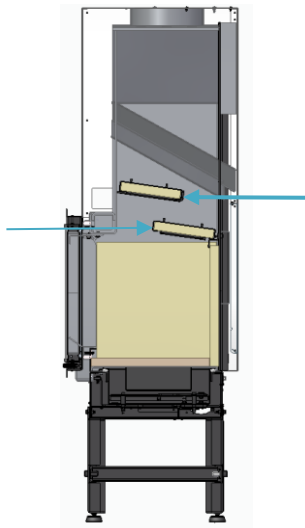

Figure 20
o) Vérifiez que les déflecteurs sont dans la bonne position, Figure 20.